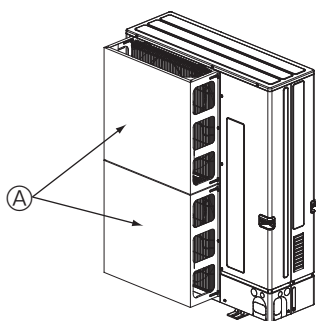

Fig. 2-5
- ② Monter en beskyttende luftkanal (ekstrautstyr) hvis enheten monteres på et sted der sterk vind fra en orkan osv. kan komme direkte inn i luftutløpet. (Fig. 2-5)